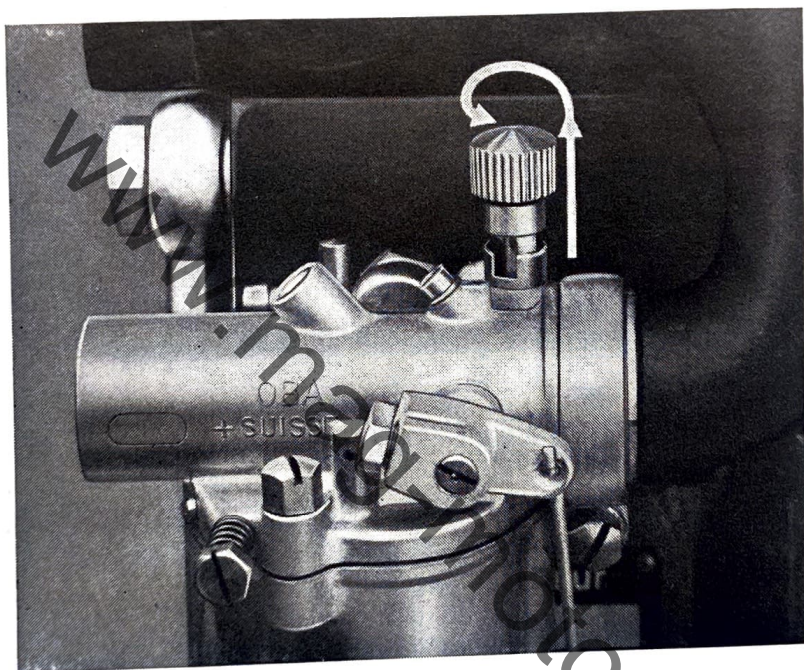

Fig. 3 Starter
- C) Ouvrir le starter du carburateur; soulever le bouton et le mettre hors de son encoche. (Voir fig. 3.)